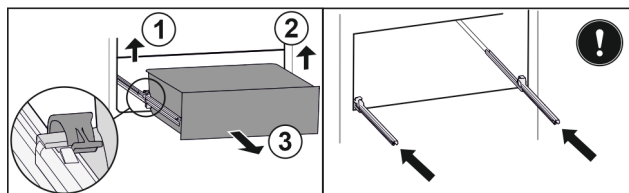

Fig. 37
- Soulever la bride gauche et tirer dans le même temps la partie gauche du tiroir vers l'avant. Fig. 37 (1)
- Soulever la bride droite et tirer dans le même temps la partie droite du tiroir vers l'avant. Fig. 37 (2)
- Retirer le tiroir par l'avant. Fig. 37 (3)